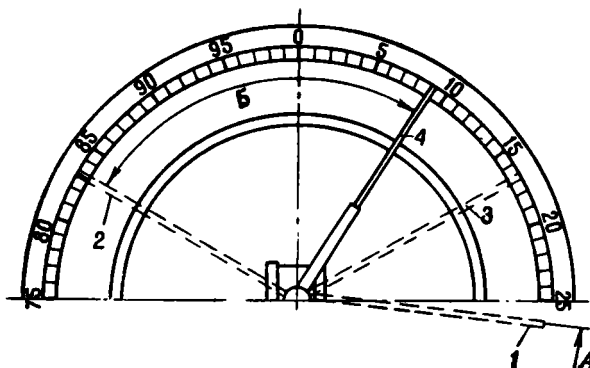

Рис. 11. Измерение перебегов:
- подсчитать количество изменений направления движения стрелки азимутального указателя, т. е. количество перебегов (рис. 11);